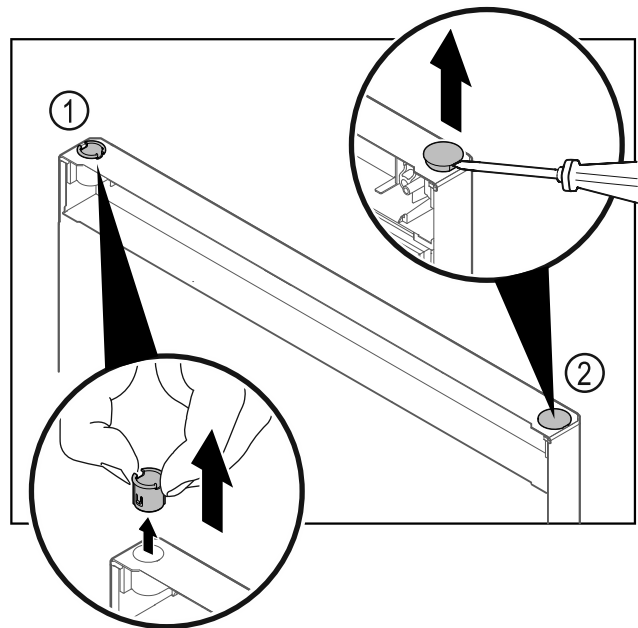

Fig. 14
- ▶ Изтеглете с пръсти втулката на пантата Fig. 14 (1).
- ▶ С плоска отвертка внимателно повдигнете покриващата тапа Fig. 14 (2) и я извадете.